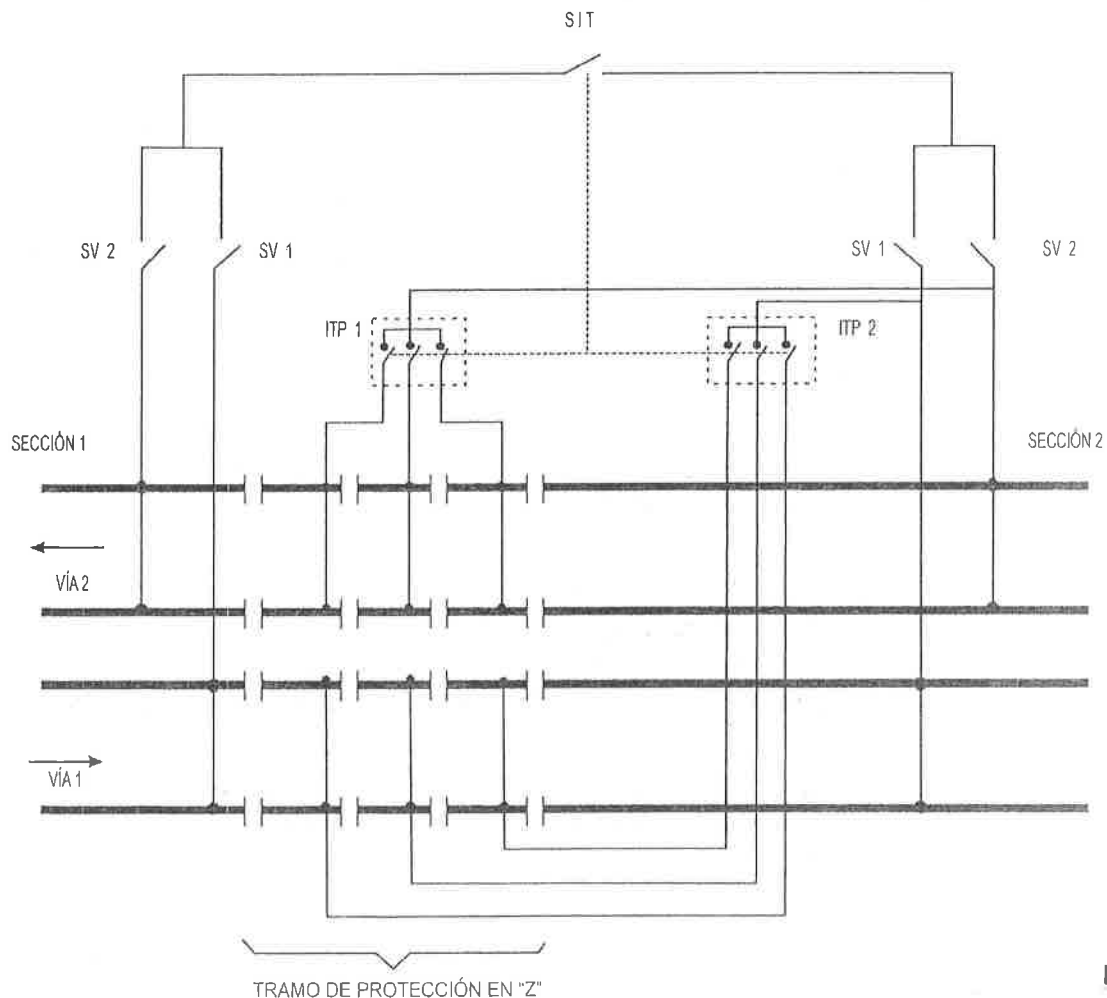

IMAGEN 11
- En una frontera de secciones, el tramo de protección es energizado por las cuchillas auxiliares del SIT, si éste abre el tramo de protección se desenergiza. (ver imagen 11)